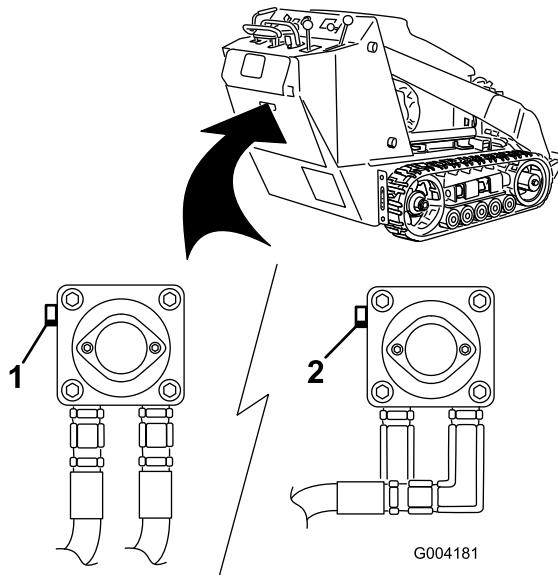

Bild 18
3. Drehen Sie die Schleppventile auf der Hydraulikpumpe mit einem Schraubenschlüssel zweimal nach links (Bild 18).